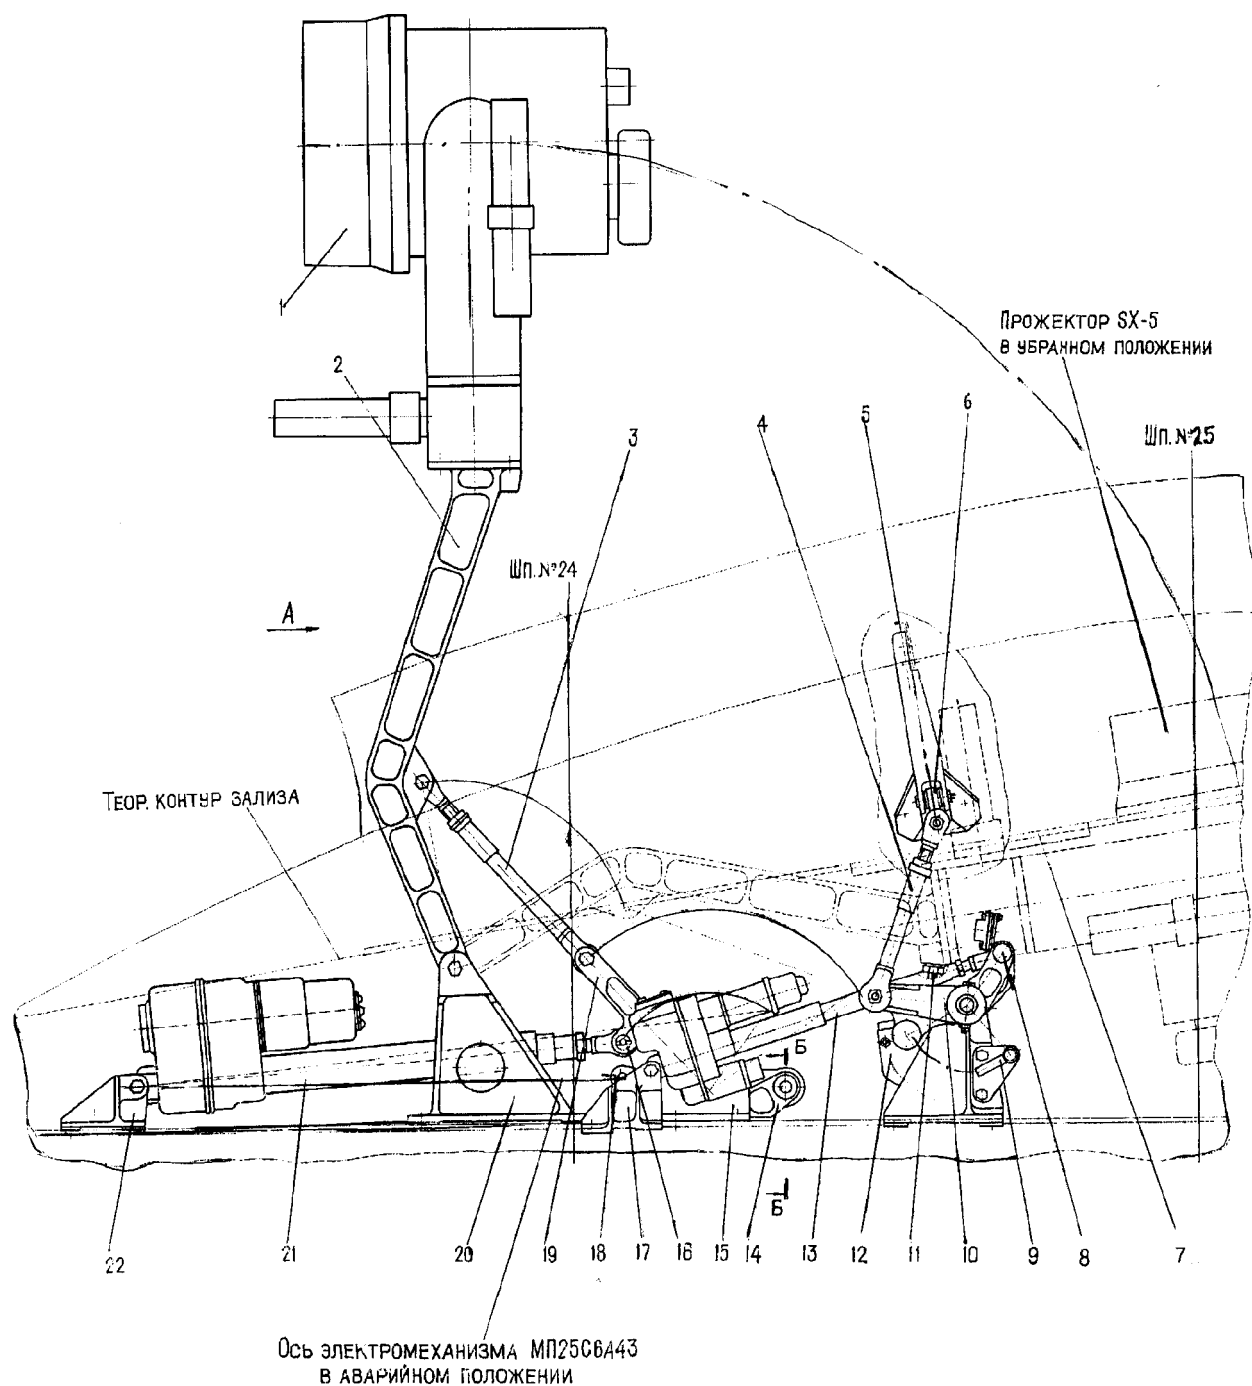

Рис. 4.1 Управление выпуском-уборкой поискового прожектора SX-5
| 5 Не убирается поисковый прожектор и не закрываются створки ниши прожектора, горит табло ВЫПУЩЕН у надписи ПРОЖЕКТОР ПОИСК, а на экране КСЭИС выдается информация ПРОЖЕКТОР УБЕРИ и одновременно на козырьке приборной доски пилотов горят ЦСО НЕ ГОТОВ | <p>Через прибор наблюдения ТС-27АМШ убедиться, что прожектор SX-5 не убран, а створки ниши открыты.</p> <p>Для обеспечения взлета самолета произвести аварийную (ручную) уборку прожектора и закрытие створок ниши в следующей последовательности Рис. 4.1:</p> <ul style="list-style-type: none"><li>— установить фиксатор (14) в аварийное положение. Удерживая стойку (2) в выпущенном положении, отсоединить ухо электромеханизма (21) от качалки (19), вынув стопорную шпильку (16) и зафиксировать его отсоединенное ухо в вилке (18);</li><li>— удерживая стойку (2) в выпущенном положении вывести качалку (19) и тягу (3) из кинематического замка в сторону уборки прожектора, повернуть стойку (2) с прожектором (1) в убранное положение до входа штока фиксатора (14) в отверстие качалки (19);</li><li>— установить фиксатор (12) в аварийное положение аналогично фиксатору (14). Удерживая створки (23) в открытом положении, отсоединить ухо электромеханизма (13) от двуплечей качалки (10), вынув стопорную шпильку (8), и зафиксировать его отсоединенное ухо в вилке (27). Закрыть створки до полного совпадения их с теоритическим обводом обтекателя переднего зализа крыла, через люк аварийного обслуживания (7), убедиться в том, что шток фиксатора (12) вошел в отверстие кронштейна (9). При необходимости повернуть качалку до совмещения штока фиксатора (12) с отверстием кронштейна (9);</li><li>— закрыть люк аварийного обслуживания (7).</li></ul> |
Перечень элементов к *Рис. 4.1, 4.2*: